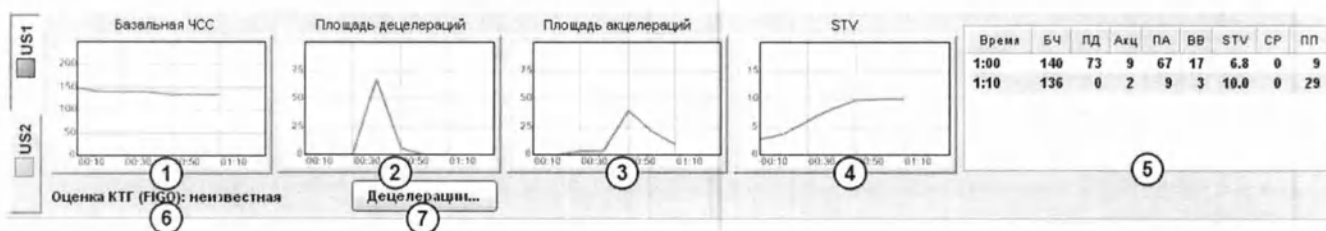

Рис. 7.15 Панель автоматического анализа при интранатальном типе анализа
Если включен интранатальный тип автоматического анализа КТГ, панель автоматического анализа выглядит так, как изображено на рис. 7.15.
Значения параметров используются для построения графиков (поз. 1 – 4 рис. 7.15) и таблицы (поз. 5 рис. 7.15). Расчет параметров осуществляется с использованием данных 10 минутных участков кривой ЧСС. Это значит, что, например, для получения первой точки на графике используются данные с 1-ой по 10-ую минуту, для второй – с 11-ой по 20-ую минуту и т.д.
- базальная ЧСС (поз. 1 рис. 7.15);
- площадь децелераций (поз. 2 рис. 7.15);
- площадь акцелераций (поз. 3 рис. 7.15);
- STV (поз. 4 рис. 7.15).
Панель результатов анализа содержит таблицу параметров (поз.5 рис. 7.15). В данной таблице всегда содержится строка со значениями параметров, определенными за последние 10 минут записи. В данную таблицу через каждый час записи добавляется строка со значениями параметров КТГ, рассчитанными за часовой интервал. То есть, после первого часа записи добавляется строка со
В поле 6 на рис. 7.15 выводится оценка КТГ в соответствии с классификацией FIGO (International Federation of Gynecology & Obstetrics – Международная Федерация Акушерства и Гинекологии), изложенной в публикации [4].